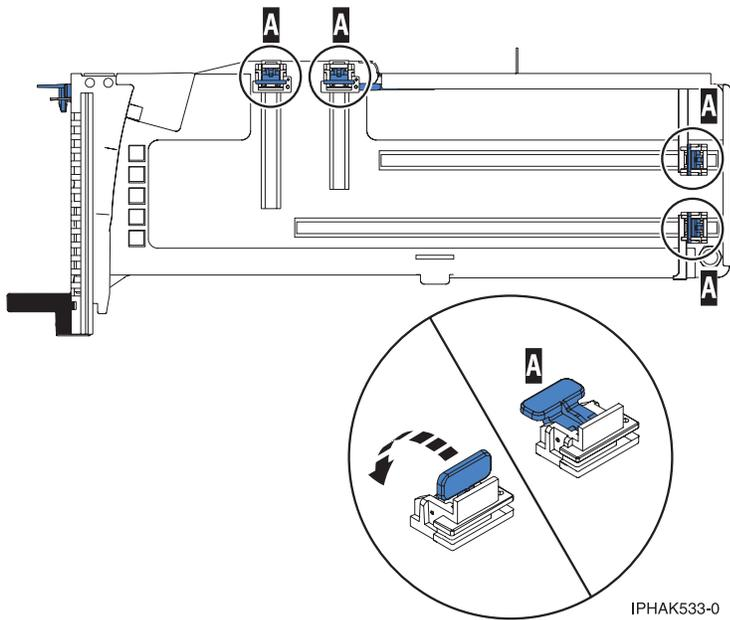

Abbildung 38. Adapterhalterungen
- b. Achten Sie darauf, dass alle Adapterhalterungen (A) nach außen zu den Kanten der Kassette gedrückt wurden, damit der Adapter installiert werden kann. Siehe Abb. 38 auf Seite 61.